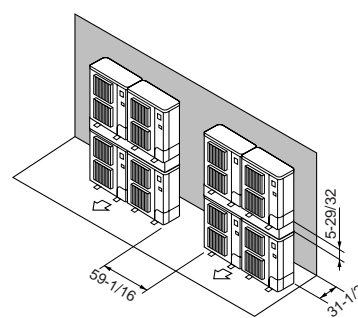

Fig. 2-14
- ⑦ Disposition pour appareils empilés (Fig. 2-14)